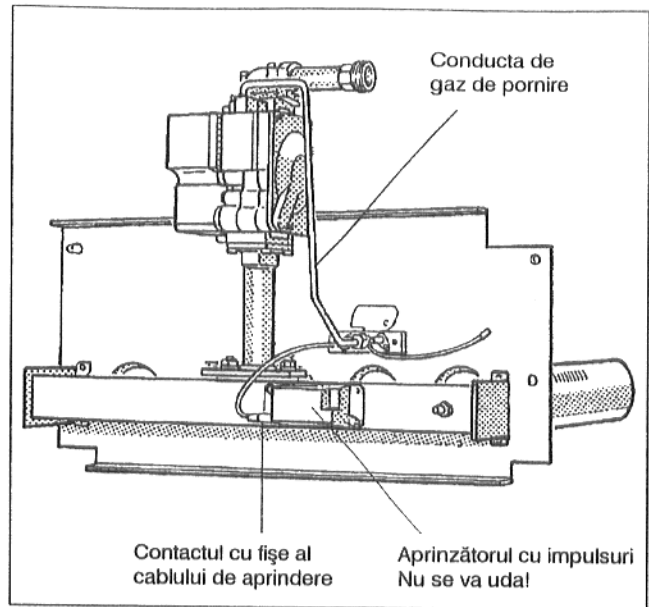

Fig. 33: Arzătorul de gaz
- Racordul cu fișe al cablului de aprindere se va desfăce de la aprinzătoarele cu impulsuri (Fig. 33).
- Conducta de gaz de pornire se desfăce de la arzătorul de pornire (Fig. 33).
- Se desfăc cele două șuruburi de la arzătorul de pornire iar acesta se scoate cu grijă afară (Fig. 33).
- Barele arzătorului se scufundă în apă cu detergent și se periază. Se va ține cont aici ca izolația termică la plăcuța arzătorului și aprinzătorul cu impulsuri să nu se ude! Dacă este necesar aprinzătorul cu impulsuri se va deșuruba (Fig. 33).